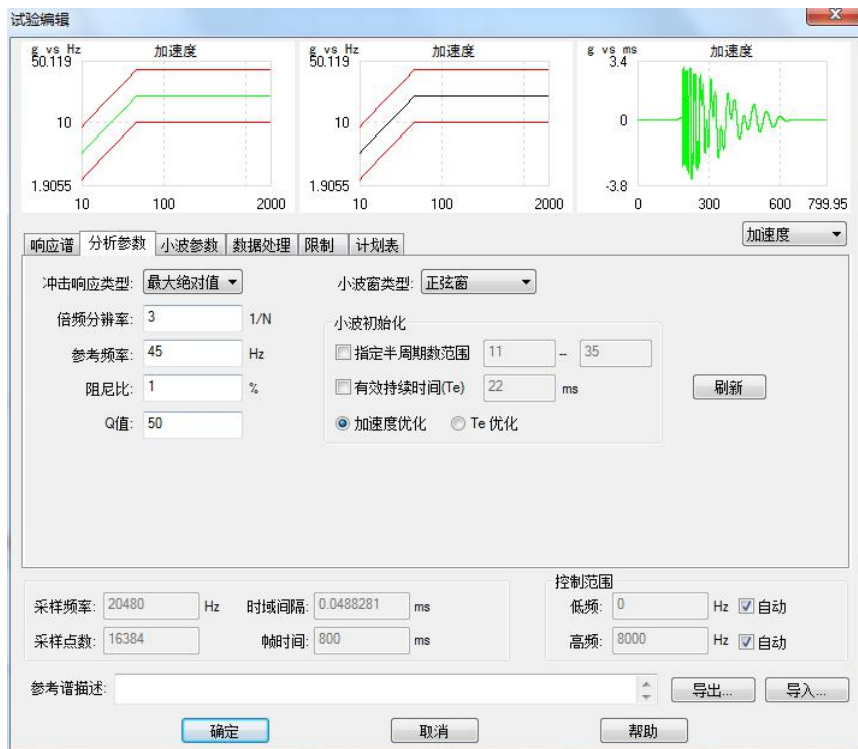

图 11-30
(5) 设置冲击波形持续时间。在“试验编辑”对话框中勾选“指定最长持续时间”，并在相应的编辑框输入“22”ms，其它参数可选为系统默认参数也可根据需求再进行调整，如图 11-30 所示。